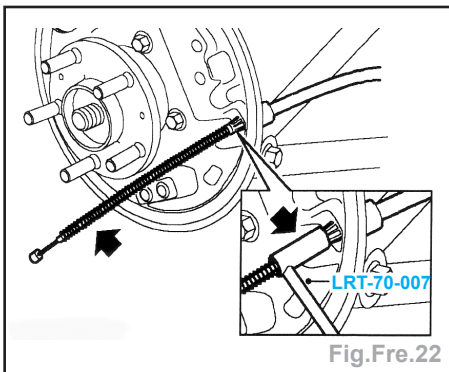

Fig.Fre.22
- Utiliser l'outil **LRT-70-007** pour dégager la retenue de câble de la plaque-support et déposer le câble du véhicule (Fig.Fre.22).